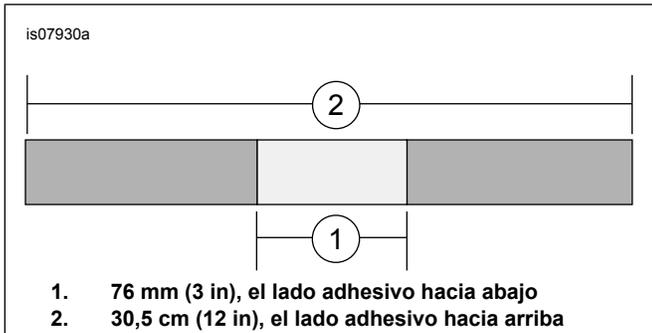

Figura 1. Creación de una zona no pegajosa
7. Vea Figura 1. Prepare los siguientes pedazos de cinta adhesiva. Corte (2) 30,5 cm (12 in) y 76 mm (3 in) tiras de cinta adhesiva. Aplique las tiras de 76 mm (3 in) al centro de las tiras de 30,5 cm (12 in), el lado adhesivo con el lado adhesivo, creando una zona no pegajosa.